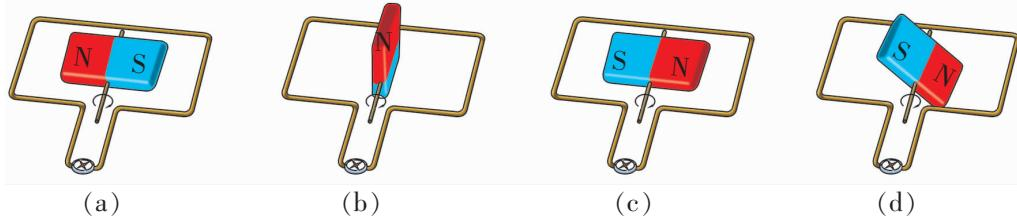

图 2-1-7
1. 如图 2-1-7 所示，线圈静止，磁体按图示方向旋转，用箭头标出图 (a)、(b)、(c)、(d) 几种情况时线圈的电流方向，如果没有电流则不用标箭头。